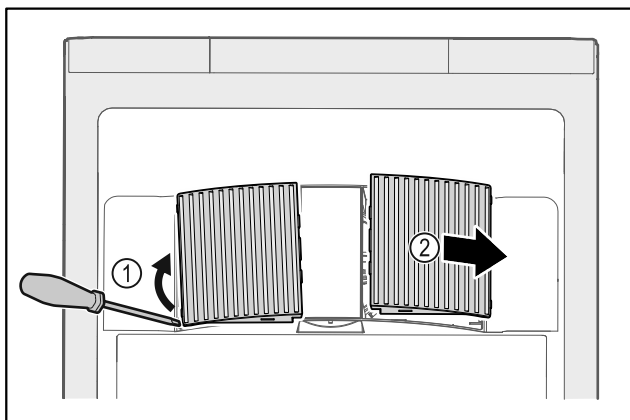

Fig. 104
- Bänd försiktigt loss flätkåporna på sidan Fig. 104 (1) och ta av dem framåt Fig. 104 (2).